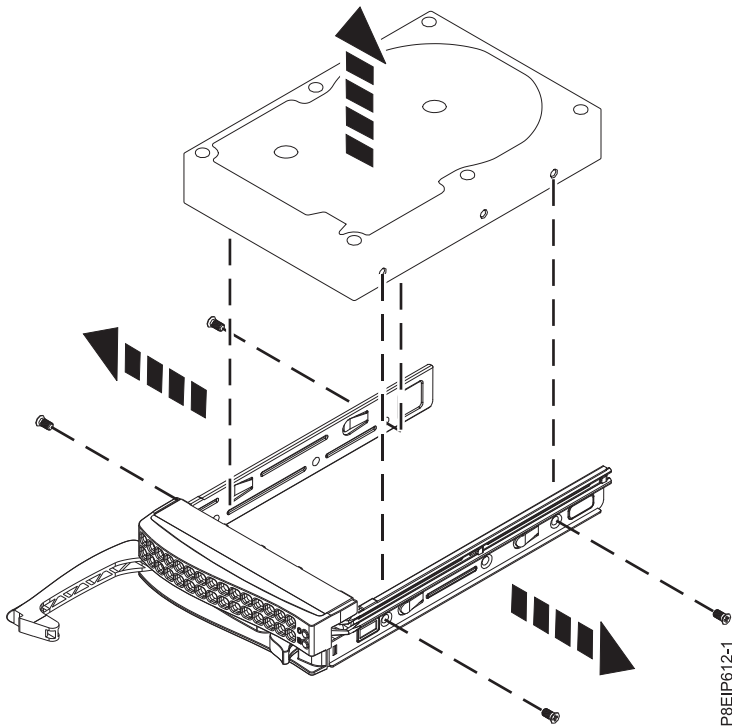

Figure 2. Retrait de l'unité de 3,5 pouces du tiroir
- Pour une unité de 3,5 pouces, dévissez l'unité sur les côtés du tiroir en retirant les quatre vis (2 de chaque côté), comme illustré dans la figure 2, à la page 6.